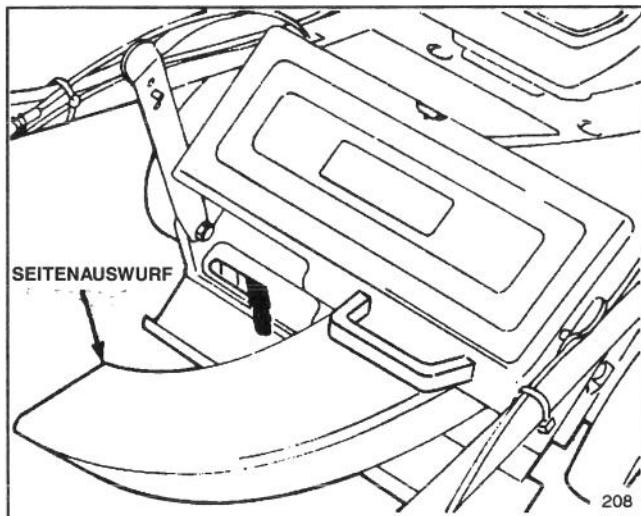

Abbildung 33
1. Seitenauswurf-Kit, Modell Nr. 59112—In Sekundenschwelle montierbar. Anstelle des Grasfangsacks montierbar. Wirft Gras aus und trimmt beidseitig (Abb. 33).